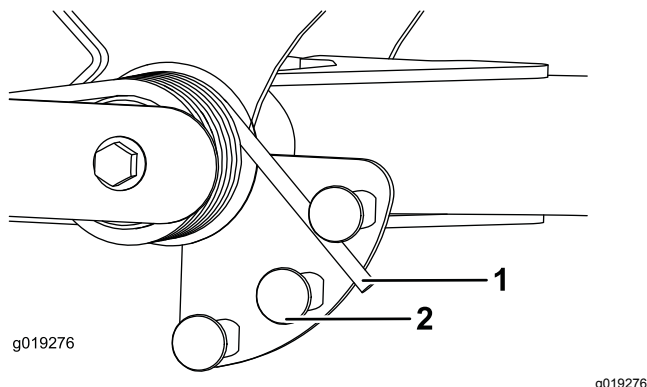

Figura 29
2. Coloque un tubo u otro objeto similar sobre el extremo largo del muelle y gírelo alrededor del actuador del muelle a la posición deseada (Figura 29).